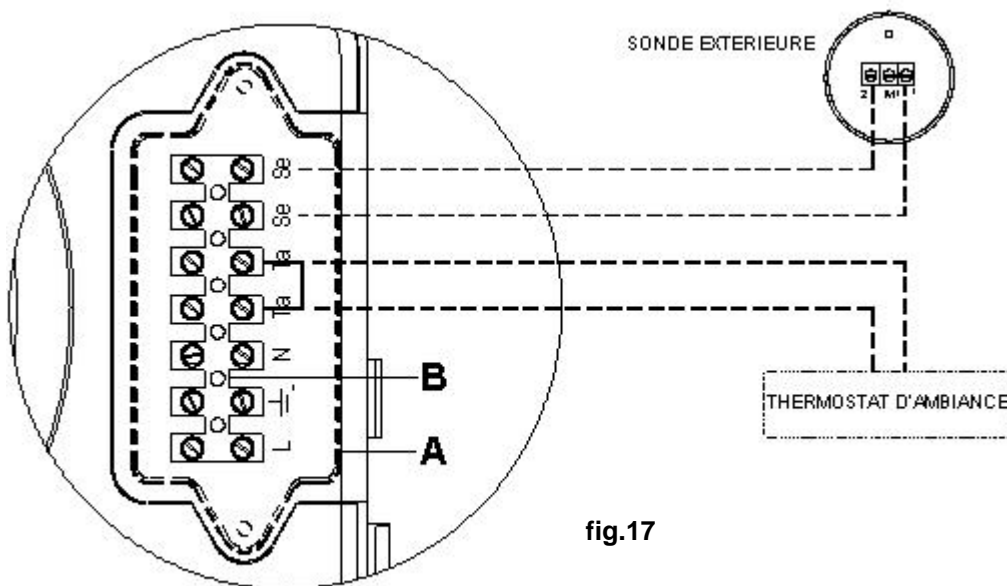

fig.17
**Brancher les câbles au bornier se trouvant à l'intérieur du tableau de commande de la façon suivante (voir fig.17) :**